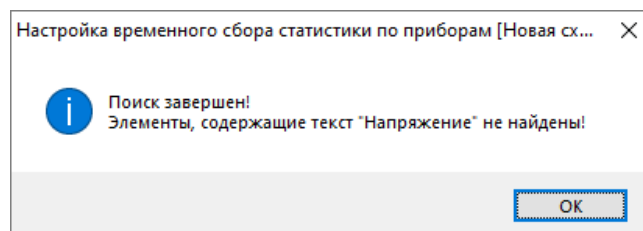

Рисунок 11-146 Уведомление о завершении поиска и отсутствии найденных элементов
- если в списке параметров для опроса нет параметров, наименование которых содержит введенное сочетание символов, то появится окно с соответствующим уведомлением (см. Рисунок 11-146) о завершении поиска и отсутствии найденных элементов.